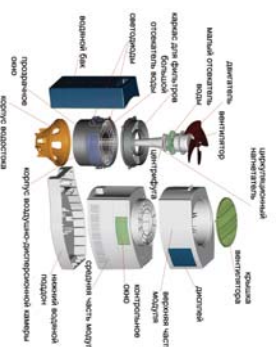

рис. 4
5. Поставив перед собой поддон с общей фильтрационной системой, взявшись за корпус водостока (рис.4), аккуратно, потяните его вверх, до полного отделения фильтрационной системы от нижнего поддона.